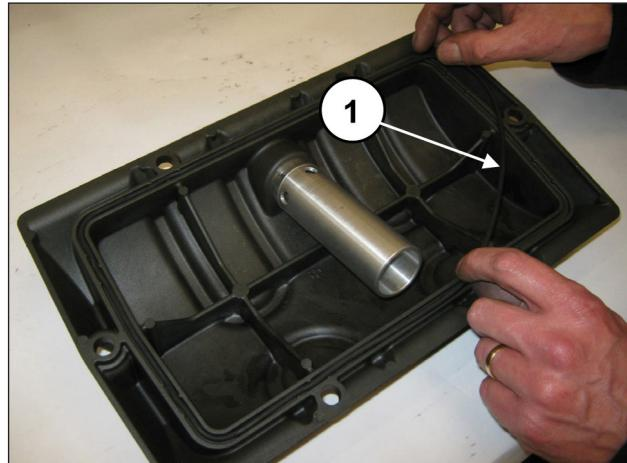
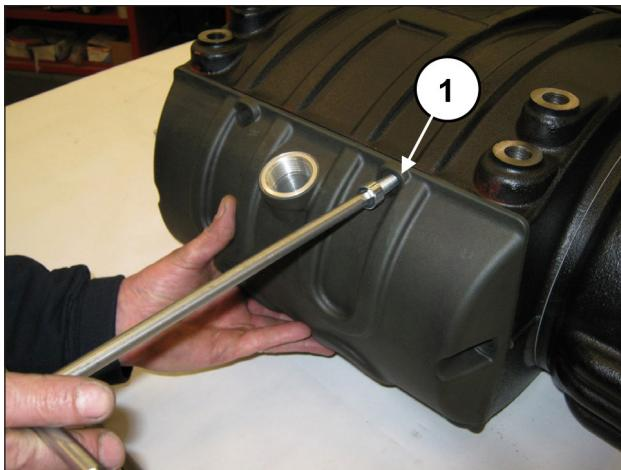

Fig. 70
Fig. 71
Introducir la junta tórica en la tapa trasera (pos. ①, Fig. 70) y montar la tapa en el cárter con los 6 tornillos M10x30 (pos. ①, Fig. 71).